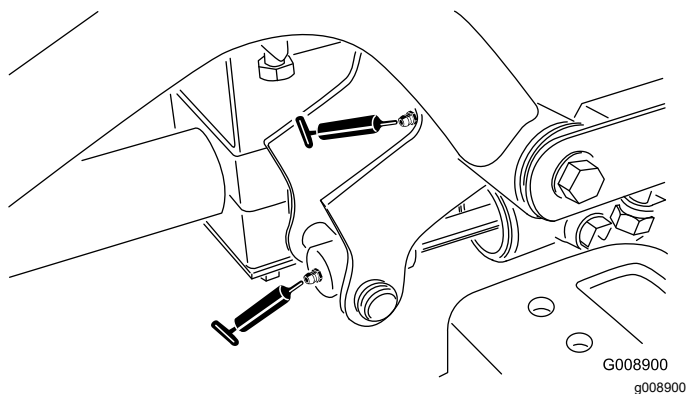

Figura 62
- Perno del braccio di sollevamento destro anteriore e cilindro di sollevamento (2 raccordi - Figura 62)